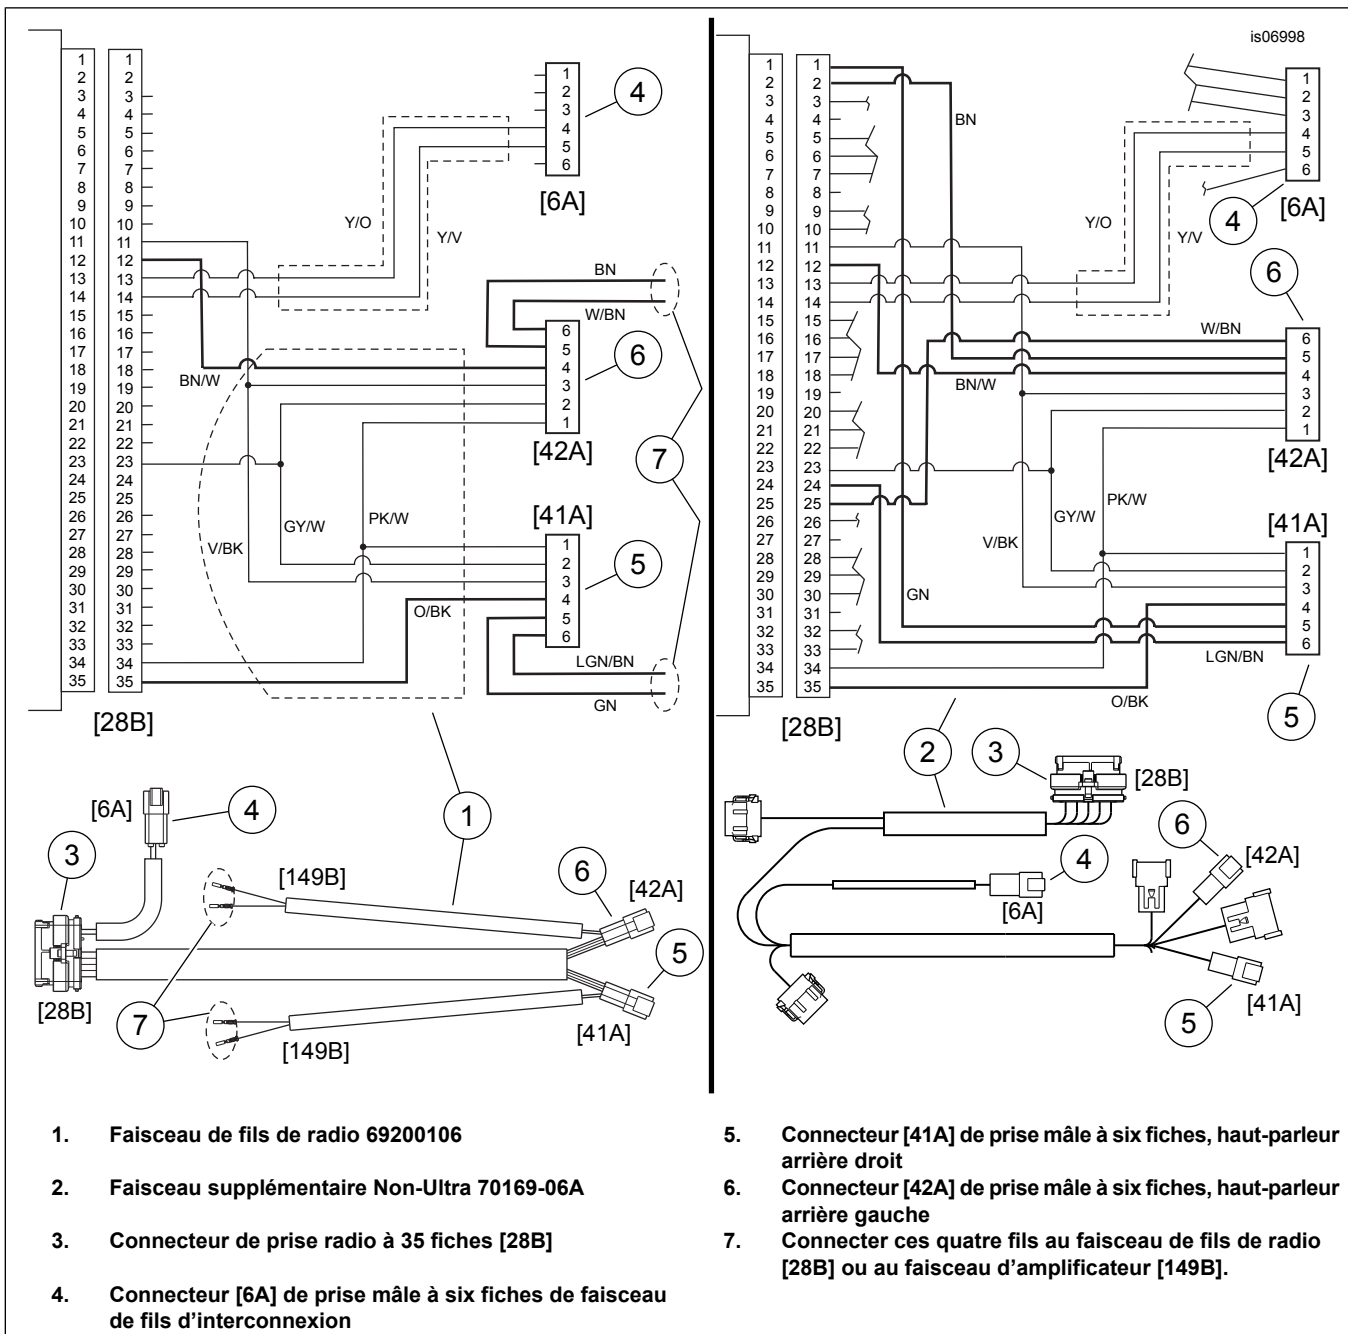

Figure 5. Schémas de câblage de faisceau de radio/faisceau supplémentaire Non-Ultra
5. Voir Figure 5. Si cela n'est pas déjà fait, brancher la prise femelle à 35 fiches [28B] (3) du faisceau de fils de radio (1) ou du faisceau supplémentaire Non-Ultra (2) à l'arrière de la radio. Connecter la prise mâle à six fiches [6A] (4) au faisceau de fils d'interconnexion du véhicule. Attacher avec des serre-câbles.